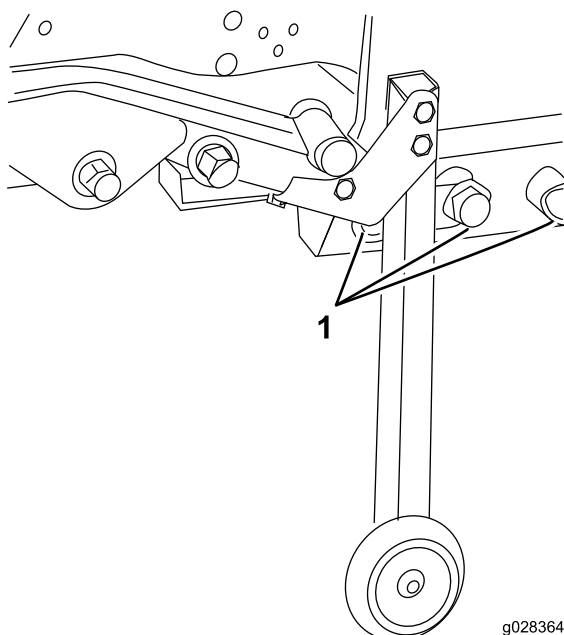
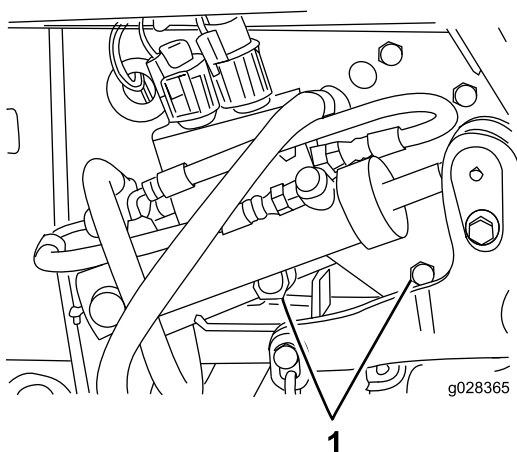

Рисунок 38
Рисунок 39
15. Осторожно отверните болты (3/4 дюйма), снимите шайбы и гайки, которые крепят раму деки к задней раме (3 шт. с левой стороны и 2 шт. с правой стороны) (Рисунок 38 и Рисунок 39).